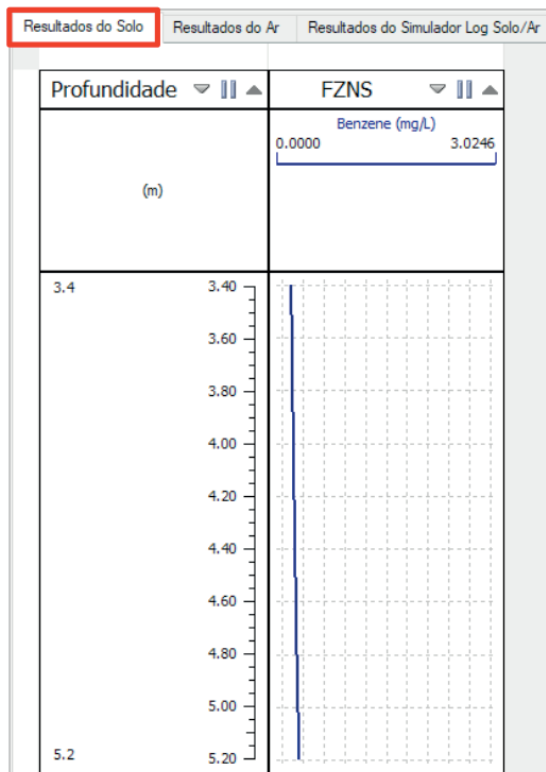

Figura 3.40 Lixiviação das substâncias químicas de interesse após 360 meses da contaminação.
- Lixiviação da substância química na zona não saturada: O resultado da lixiviação pode ser observado na aba *Resultados do Solo* e na aba *Resultados do Simulador Log. Solo/Ar*. Na aba *Resultados do Solo* é apresentado o gráfico da frente de migração das substâncias químicas de interesse (Figura 3.40). Enquanto na aba *Resultados do Simulador Log. Solo/Ar* é possível verificar o tempo em que cada substância atinge o aquífero e em qual concentração, além das demais características de simulação (Figura 3.41).